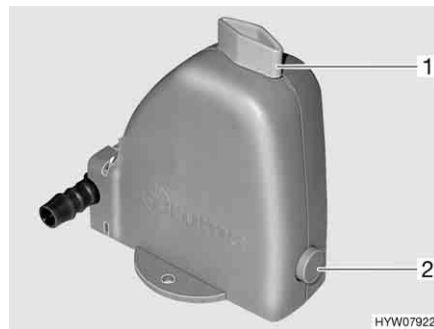

Bild 177 Varmvattenberedarens säkerhets-/avtappningsventil
Varmvattenberedaren är utrustad med en säkerhets-/avtappningsventil (Bild 177). Säkerhets-/avtappningsventilen gör så att vattnet i varmvattenberedaren inte kallnar när det är frost och värmen inte är påslagen.
- Säkerhets-/avtappningsventilen stängs. Ställ vredet (Bild 177,1) diagonalt mot säkerhets-/avtappningsventilen och tryck in tryckknappen (Bild 177,2).
- Öppna säkerhets-/avtappningsventil. Vrid då vredet (Bild 177,1) mot säkerhets-/avtappningsventilen. Tryckknappen (Bild 177,2) skjuts ut. Nu töms varmvattenberedaren via säkerhets-/avtappningsventilen utomhus.